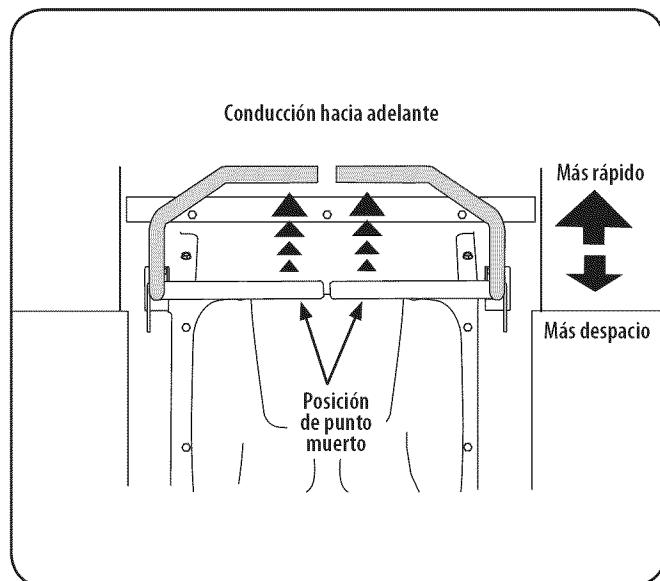

Figura 11
- Mueva las palancas de control lenta y suavemente hacia adelante. El tractor comenzará a desplazarse hacia adelante. Vea la Figura 11.